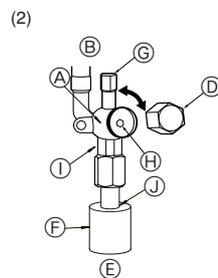

Fig. 4-6
① Снимите крышку, затем поверните на четверть оборота против часовой стрелки с помощью отвертки с плоским лезвием для полного открытия.
② Убедитесь, что клапаны полностью открыты, затем установите крышку в первоначальное положение и затяните ее.
(2) Сторона с жидкостью RP60-140 и сторона с газом/жидкостью RP35, 50 (Fig. 4-6)
① Снимите колпачок и поверните шток золотника против часовой стрелки до упора, используя для этой цели 4 мм шестигранный гаечный ключ. Прекратите поворачивать шток в момент, когда тот достигнет стопора. (ø6,35: Приблизительно 4,5 оборотов) (ø9,52: Приблизительно 10 оборотов)
② Убедитесь в том, что запорный кран полностью открыт, надавите на ручку и поверните колпачок в первоначальное положение.